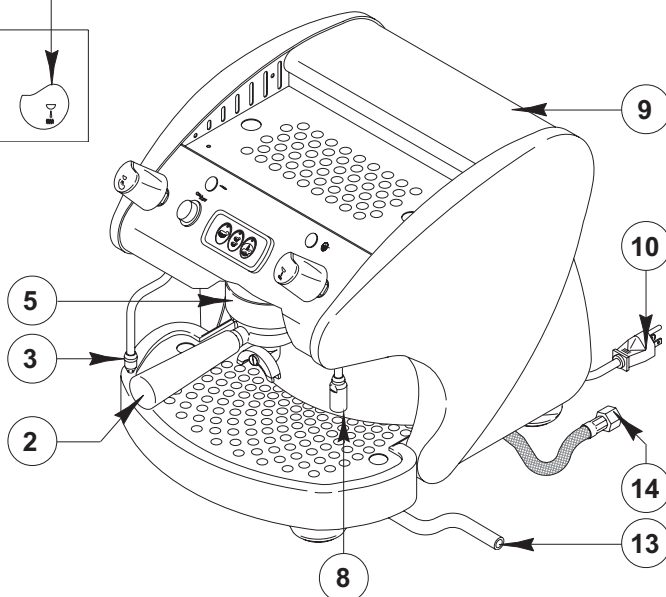

Fig. 1
Predisporre un rubinetto di intercettazione acqua a monte dell'attacco macchina (fig. 1; pos. 14).
Il raccordo di carico acqua (fig. 1; pos. 14) viene fornito filettato con filettatura G 3/8".
Collegare una tubazione di gomma con diametro interno pari a 10 mm al raccordo predisposto sul pozzetto di scarico della macchina (fig.1; pos. 13) ad uno scarico a sifone aperto preventivamente predisposto.
Introdurre l'acqua nel serbatoio, versione S (fig.1; pos. 9).
Premere l'interruttore ON/OFF (fig.1; pos. 1).
Automaticamente si effettua il carico dell'acqua in caldaia. Nel corso di questa operazione il pannello di controllo presenterà le spie (fig. 1; pos. 11 e 12) spente. Al termine dell'operazione il pannello presenterà le spie accese.
Per portare la macchina alla giusta temperatura, aprire il rubinetto vapore (fig. 1; pos. 4) e scaricare 2 o 3 volte il vapore nella bacinella di scarico.
La spia verde (fig. 1; pos. 12) accesa indica l'accensione della resistenza.
La spia gialla (fig. 1; pos. 11), se accesa indica il regolare funzionamento della macchina, se spenta segnala l'insufficiente livello acqua in caldaia.